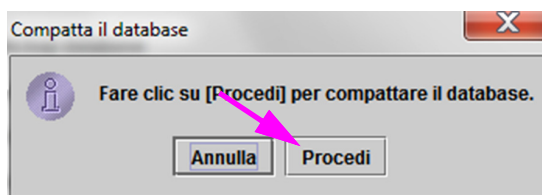

Figura 5-83. Finestra di dialogo di conferma Compatta il database
3. Fare clic su **Procedi** per compattare il database. Al completamento della compattazione del database, verrà visualizzata la finestra di dialogo di completamento della compattazione del database. Vedere la Figura 5-83.